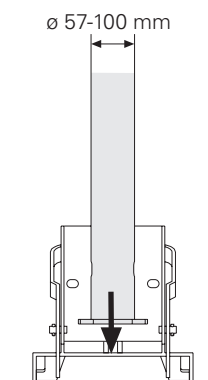

Abb. 5b
3. Stütze auf Gehäuseplatte stellen. Abb.5b